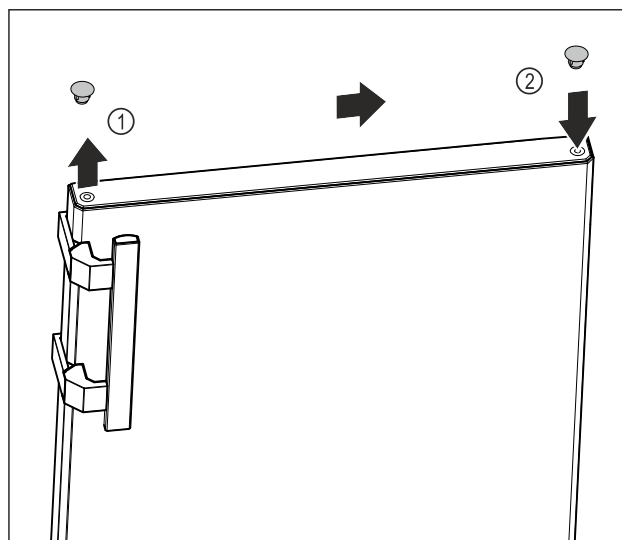

Fig. 13
- Paceliet uzmanīgi ar plakano skrūvgriezi nosedzošo aizbāzni durvju virspusē Fig. 13 (1).
- Ievietojiet nosedzošo aizbāzni pretējā pusē. Fig. 13 (2)